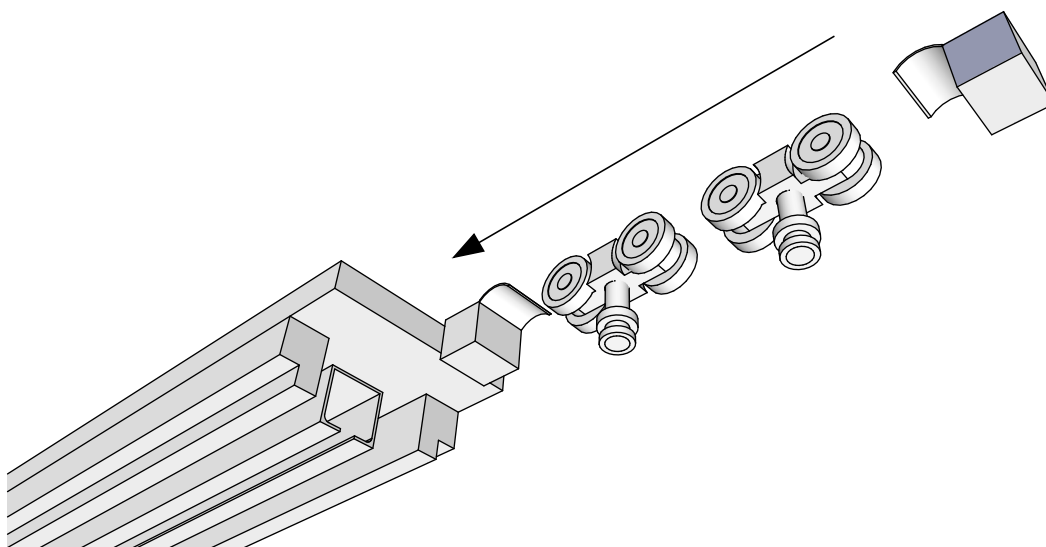

Рисунок 4
2. Завести роликовые каретки внутрь верхнего направляющего профиля (деталь М) и установить по краям концевые стопора (Рис. 4).